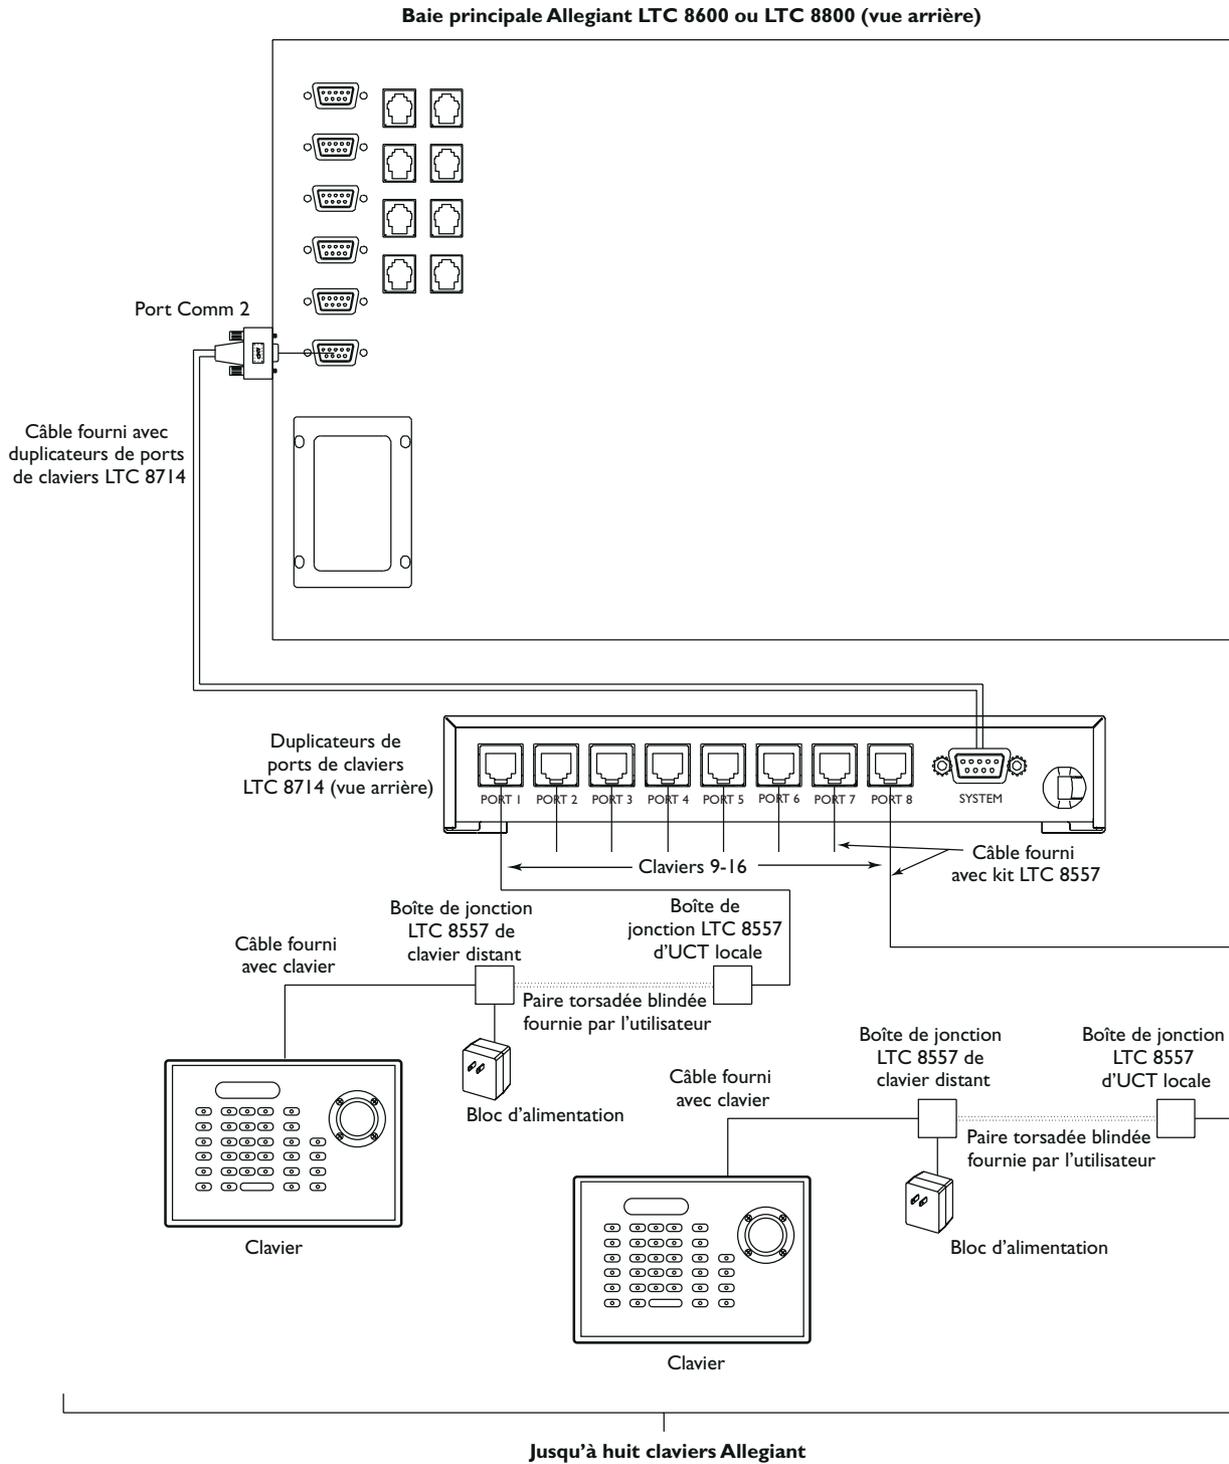

Figure 9 Exemple d'application de dupicateur de port de clavier LTC 8714
7. Connectez une extrémité du câble fourni avec le duplicateur de port de clavier LTC 8714 au connecteur repéré SYSTEM sur le LTC 8714. Connectez l'autre extrémité du câble au connecteur repéré COMM2 sur le système Allegiant. Voir la FIGURE 9.